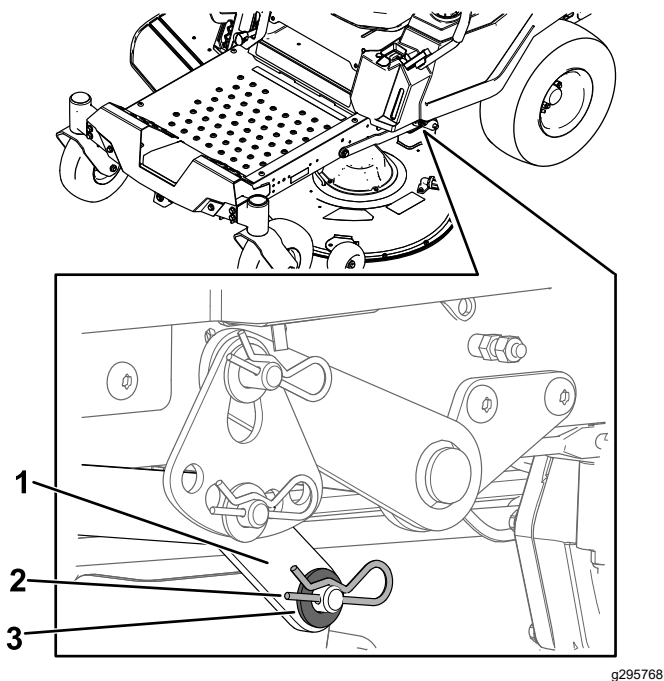

Рисунок 72
7. На одной стороне машины извлеките шайбу и шплинт из штифта деки (Рисунок 72).
8. Снимите подъемный рычаг со штифта деки (Рисунок 72).
5. На одной стороне машины поднимите заднюю часть деки газонокосилки и установите подъемный рычаг на штифт деки (Рисунок 72).
6. Установите подъемный рычаг с помощью шайбы и шплинта (Рисунок 72).